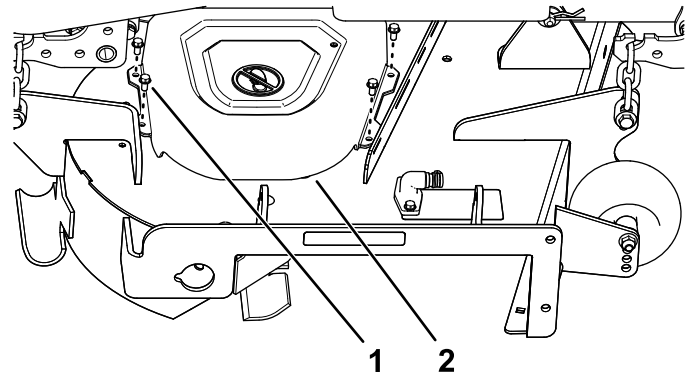

Figura 7
3. Retire los 4 tornillos (1/4" x 1/2") que sujetan la cubierta derecha de la correa, y retire la cubierta de la correa (Figura 7).